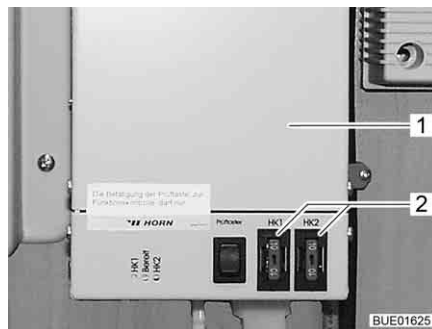

Fig. 167 Régulateur du chauffage des conduites des eaux usées
Les fusibles se trouvent sur le régulateur (Fig. 167,1).
- Changer le fusible (Fig. 167,2).